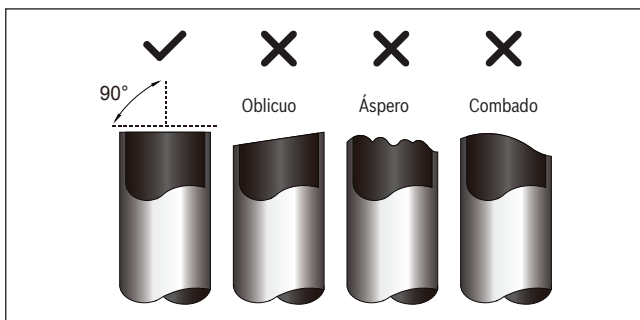

Fig. 28.
3. Asegurarse que el tubo esté cortado a un ángulo perfecto de 90°. Véase la **fig. 28** con ejemplos de cortes malos